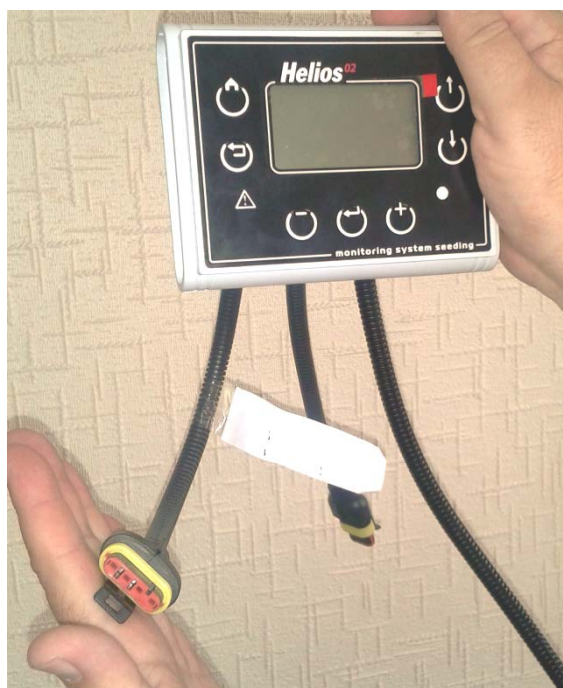

Рисунок 22
1. Отключить все датчики высева от кабельного ввода жгута связи на панели оператора (четырехконтактный разъем, см. «Рисунок 22»).
2. Датчик, которому нужно установить новый программный адрес, подключить к кабельному вводу жгута связи на панели оператора (см. «Рисунок 22»).